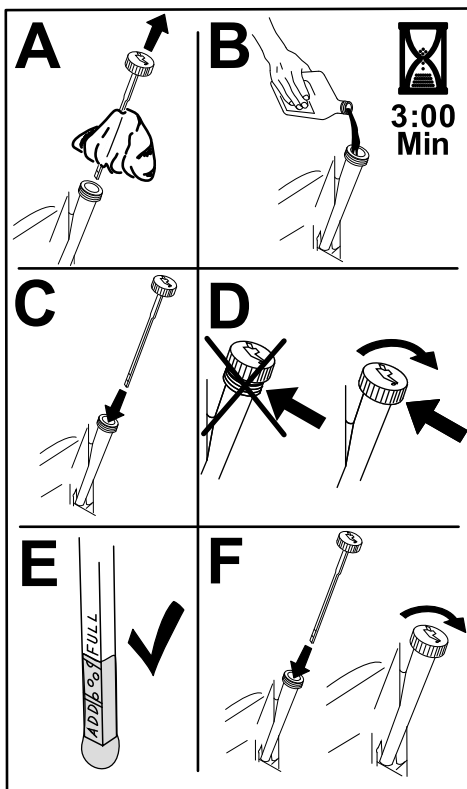

Figure 36
6. Versez lentement environ 80 % de l'huile spécifiée dans le tube de remplissage, puis faites l'appoint lentement jusqu'à ce que le niveau atteigne le repère maximum (**Full**) (Figure 36).